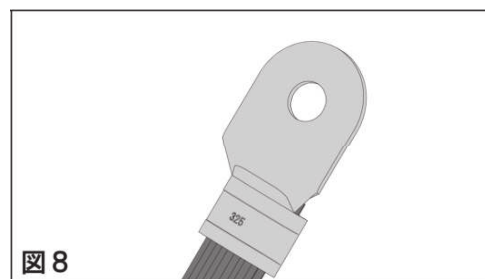

図 8
端子・スリーブの圧着部分には圧着マークが表示されています。（図 8）
このとき①ばね(2) ②ストッパの順に挿入してください。(図8)